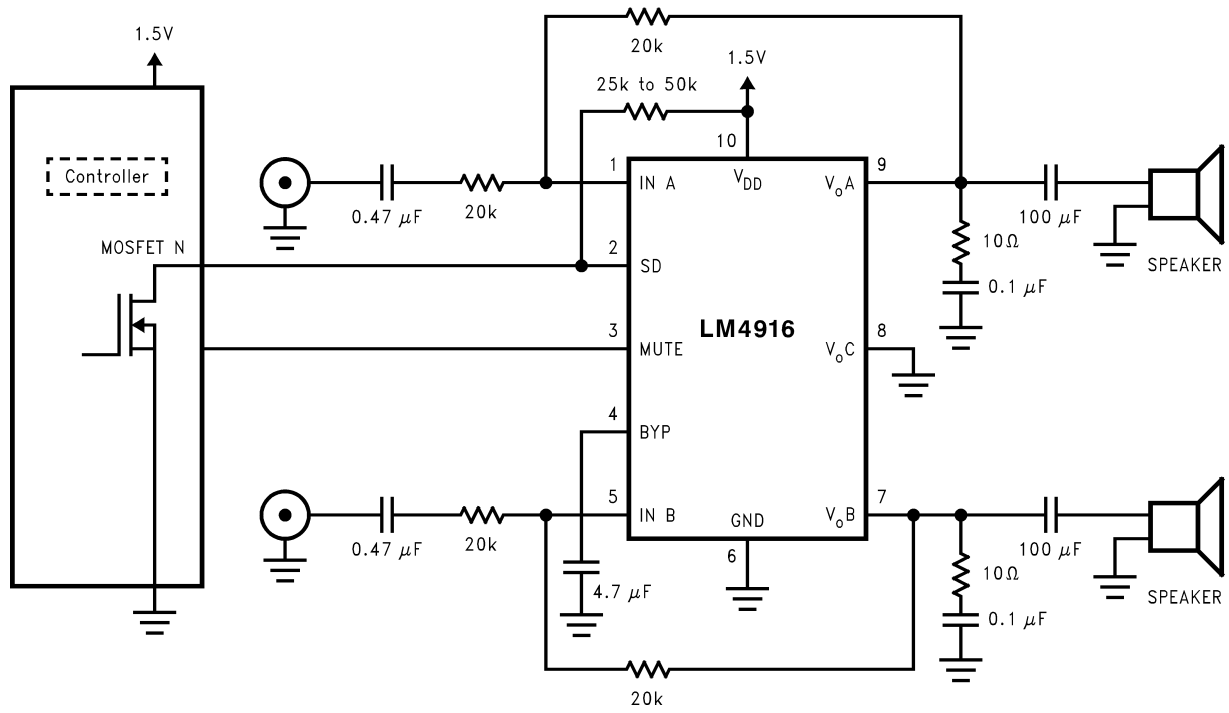
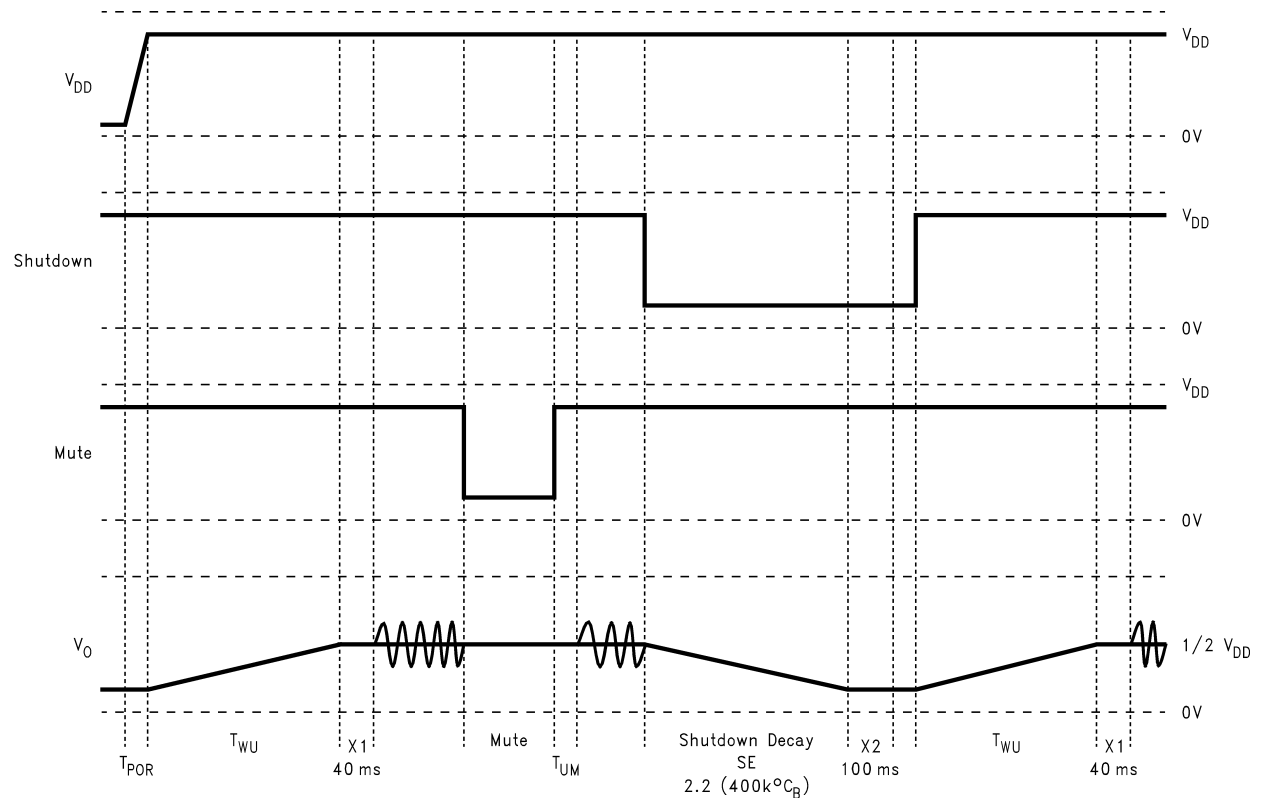

FIGURE 4. Recommended Circuit for Different Supply Turn-On Timing
FIGURE 5. Turn-On, Shutdown, and Mute Timing for Cap-Coupled Mode
LM4916 はシングルエンド (SE)、ブリッジ (BTL) のどちらのモードでも構成できます (Figure 2、3 参照)。ターンオン時のデフォルトはシングルエンド・モードです。LM4916 は、ターンオン時、またはシャットダウンからの復帰時に、次のように SE/BTL 端子の状態をセンシングして動作モードを決定します。デバイスのバイアス電圧 (BYPASS 端子) が 60mV まで上昇すると、内部コンパレータは SE/BTL の電圧レベルを検出します。続いてバイアス電圧が 10mV まで上昇するとコンパレータ結果がラッチされます。検出された動作モードに応じて、この後、バイアス電圧の上昇度合いが変わります。BTL モードでは、シングルエンド・モードに比べておよそ 11 倍速く上昇します。バイアス電圧が上昇している間 ( $T_{WU}$ ) はシャットダウン機能は有効ではなく、ターンオンを適切に行うために SHUTDOWN 端子を HIGH にしてはなりません。加えて、確実なターンオン動作を保証するために、 $V_{DD}$  のスルーレートは 2.5V/ms より先大きくなくてはなりません。パワーアップ時の推奨タイミングを、SHUTDOWN 信号と MUTE 信号を合わせて Figure 5 に示します。上述のモード選択回路は、 $C_B$  が放電している間は機能が停止します。Figure 4 に、ターンオン時間が異なる 2 系統の電源電圧を用いた LM4916 システムに対応するアプリケーション回路を示します。LM4916 の SHUTDOWN 端子は 25k ~ 50k のプルアップ抵抗を介して  $V_{DD}$  に接続されています。また SHUTDOWN 端子は、別系統の電圧で動作する外部マイクロコントローラのオープンドレイン出力でも駆動されています。この回路では、LM4916 が後からパワーアップしたときはマイクロコントローラが先に SHUTDOWN 端子を HIGH にし、LM4916 が先にパワーアップしたときは  $V_{DD}$  が SHUTDOWN 端子電圧を上昇させるため、シャットダウン機能は LM4916 のターンオン時に確実にディスエーブルされます。以上のシーケンスによって LM4916 は適切にパワーアップし、正しい動作モードに移行します。なお SE/BTL 端子 (8 ピン) は、シングルエンド・モードではグラウンドに、BTL モードでは  $V_{DD}$  に接続しなければなりません。
アプリケーションの負荷が高インピーダンスとわかっていれば、十分なミュート減衰量を得るために、負荷に抵抗を並列接続したほうがよい場合があります。なお BTL モードでは、シャットダウン遷移のほうが高速で、かつミュート・モードより消費電力が少ないため、LM4916 を BTL モードで動作させている場合、上記のミュート機能を使う必要はありません。どちらの動作モードでも、MUTE 信号の入力仕様は SHUTDOWN 信号と同じです。MUTE 信号はシャットダウン中もインネープルにできますが、シャットダウン移行後、および復帰後のある短時間はトグルしてはなりません。この時間は Figure 5 のタイミング・ダイアグラムに、X1 (シャットダウンからの復帰後の時間)、X2 (シャットダウンに移行後の時間) として示されています。X1 はシャットダウンからの復帰時間 ( $T_{WU}$ ) に続く 40ms  $\pm$  25% です。X2 は、デバイスがシャットダウンに入ってバイパス電圧が低下 ( $2.2 \times 250k \times C_B$ ) したあとに続く 100ms  $\pm$  25% です。X1 と X2 に関連するこれらの遷移期間のタイミングを Figure 5 に示します。シングルエンド・モードで動作しているとき、MUTE 端子は上述の期間にトグルしてはならないことを除いて、シャットダウン中、または通常動作中の任意の時点でアクティブにできます。ミュート機能は正しく使用しないと大きなクリック / ポップノイズが発生したり、減衰機能そのものが動作しない場合があります。